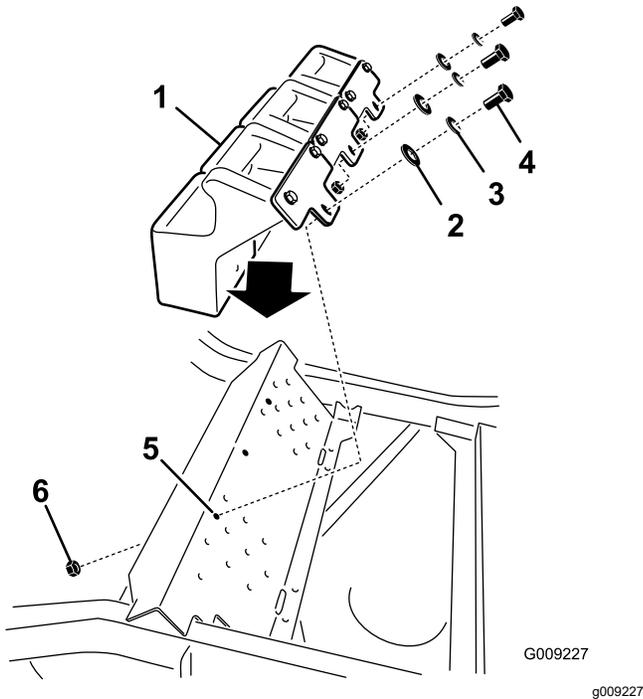

Figure 32
5. Montez les masses avant au sommet du repose-pied (Figure 32).
rondelles frein ( $\frac{3}{8}$  po), 3 écrous à embase (petite embase) ( $\frac{3}{8}$  po) et 6 rondelles plates ( $\frac{3}{8}$  po) (Figure 32).